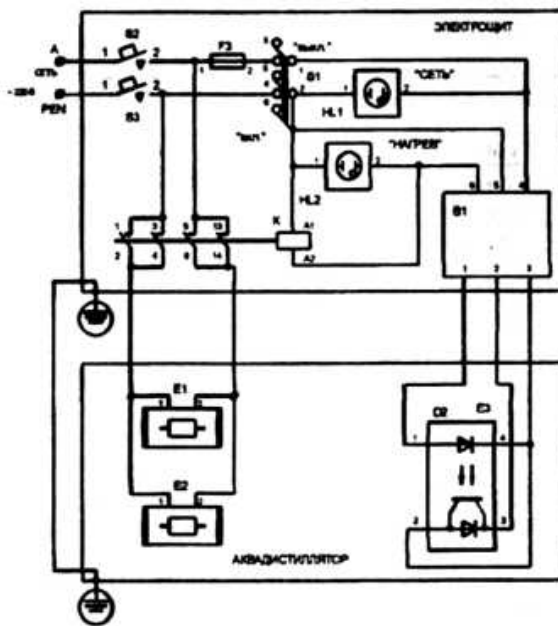

Рисунок 2 - Схема электрическая принципиальная на 220В для сетей с глухозаземлённой нейтралью.
- 6.10. Подведите напряжение 220В от электросети переменного тока через рубильник или выключатель к зажимным контактам 1 выключателя автоматического S2 и S3 - нулевой проводник (рисунок 2)
- 6.12. Подсоедините подводящий провод электрощита к шпилькам электронагревателей аквадистиллятора в соответствии со схемой соединений (рисунок 2).